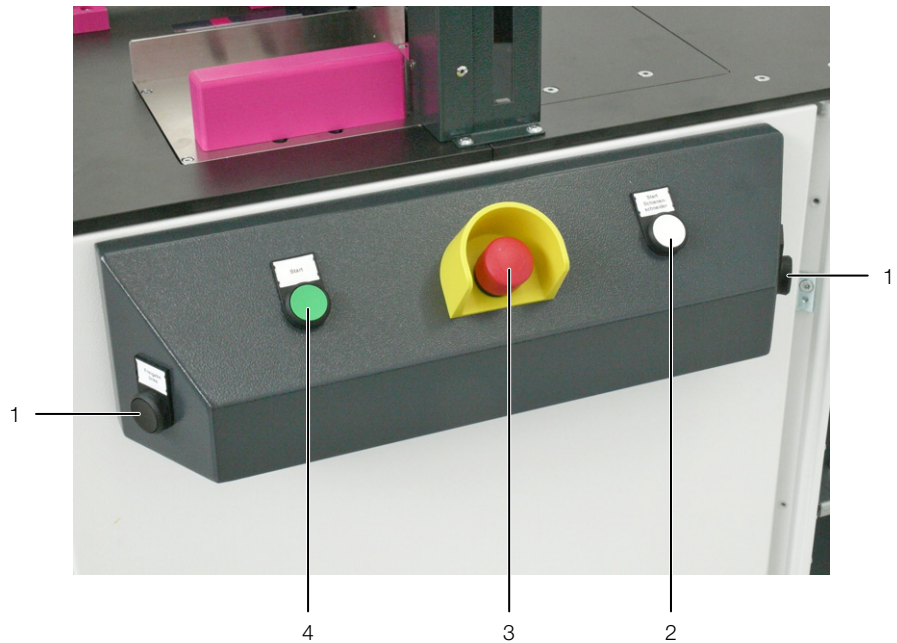

Abb. 3: Bedienelemente an der Bedien-Konsole
- 5 Bedien-Konsole (Abb. 3)
An der Bedien-Konsole ist ein roter NOT-HALT-Taster installiert, bei dessen Betätigung die Spannungsversorgung für alle Ausgänge unterbrochen wird (Abb. 3, Pos. 3). Das Bedienpanel und die grafische Benutzeroberfläche bleiben eingeschaltet.
Das Schneiden von Verdrahtungskanälen und Kabelkanaldeckeln erfolgt durch das gleichzeitige Betätigen und Halten der beiden Start-Taster „Zweihand Kanal“ (Abb. 3, Pos. 1).